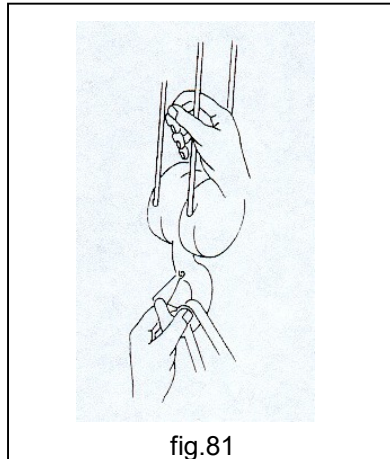

fig.81
- **NUNCA** ponga las manos en las poleas en rotación, en las cuerdas o cadenas en movimiento, en las eslingas en fase de "tensado" en las zonas de contacto con la carga y entre gancho y eslinga (fig.81).